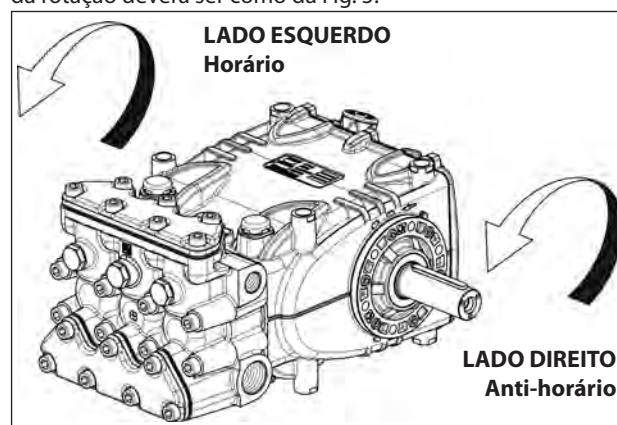

Fig. 5
O sentido da rotação é indicado por uma seta posicionada no carter, próximo ao eixo da tomada de movimento. Posicionando-se na frente do cabeçote da bomba, o sentido da rotação deverá ser como da Fig. 5.
**N.B.** A versão relacionada da Fig. 5 é direita.